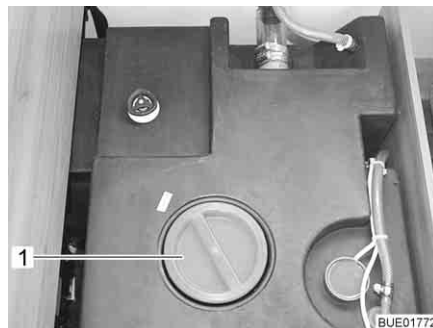

Fig. 231 Serbatoio dell'acqua con maniglia girevole
- Staccare il coperchio (Fig. 231,1) del serbatoio dell'acqua.